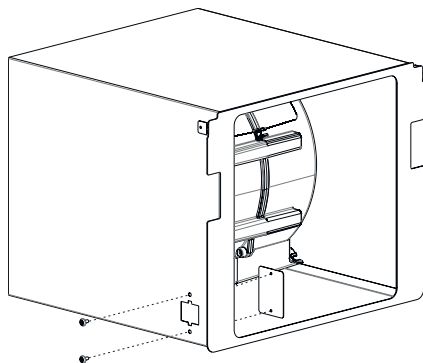

Fig. 13
4. ▶ Afmontér afdækningpladen på motorkabinettet med 2 stk. 2x3,5x6,5 skruer (Fig. 13).